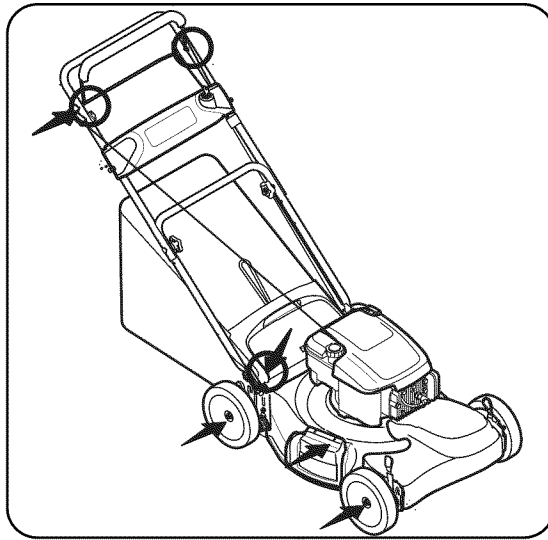

Figura 5-1
1. Lubrique con aceite ligero los puntos de pivote de la manija de control de la cuchilla al menos una vez cada estación. El control de la cuchilla debe funcionar libremente en ambas direcciones. Vea la Figura 5-1.
2. Lubrique las ruedas por lo menos una vez por temporada con aceite ligero o aceite para motor. Sin embargo, si las ruedas se quitan por cualquier razón, debe lubricar la superficie del brazo giratorio y la superficie interna de la rueda con aceite ligero. Vea la Figura 5-1.
3. Lubrique el resorte de torsión y el punto de pivote de la puerta trasera de descarga periódicamente con aceite ligero para prevenir la oxidación. Vea la Figura 5-1.